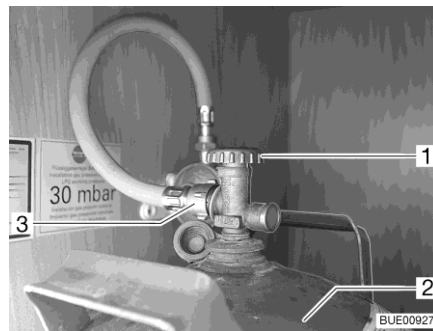

Fig. 198 Caja para bombonas de gas
- Cerrar la llave de paso principal (Fig. 198,1) de la bombona de gas (Fig. 198,2). Observar el sentido de la flecha.
- Desenroscar la goma del gas (Fig. 198,3) de la bombona de gas.